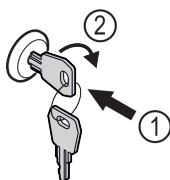

Fig. 192
- ▶ Introduceți cheia prin apăsare Fig. 192 (1).
- ▶ Rotiți cheia cu 90° în sensul acelor de ceasornic Fig. 192 (2).